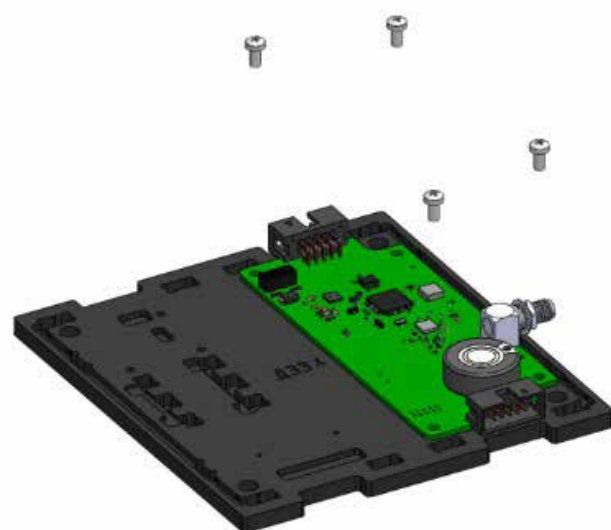

Рисунок 26. Установка платы УКВ
1) На нижнее основание (обозначено: ДЗЗ ↓) установить плату УКВ, закрепить винтами М3х6 с цилиндрической головкой (рисунок 26):